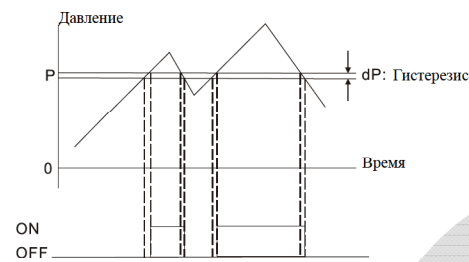

Рис. 1: Простой режим работы выходов
- Простой режим.** При заданном давлении P, когда измеренное давление превысит $(P + dP)$, выход включится (ON), а когда давление станет меньше P, выход выключится (OFF). См. рис.1.